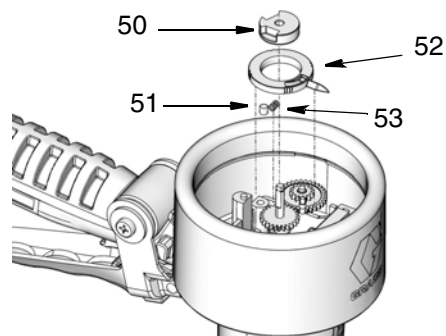

FIG. 16
4. Avec une clé hexagonale, déposer la vis sans tête de la cheville. Déposer la cheville (50), la goupille (51), le ressort (53) et l'indicateur inférieur (52) (FIG. 16).